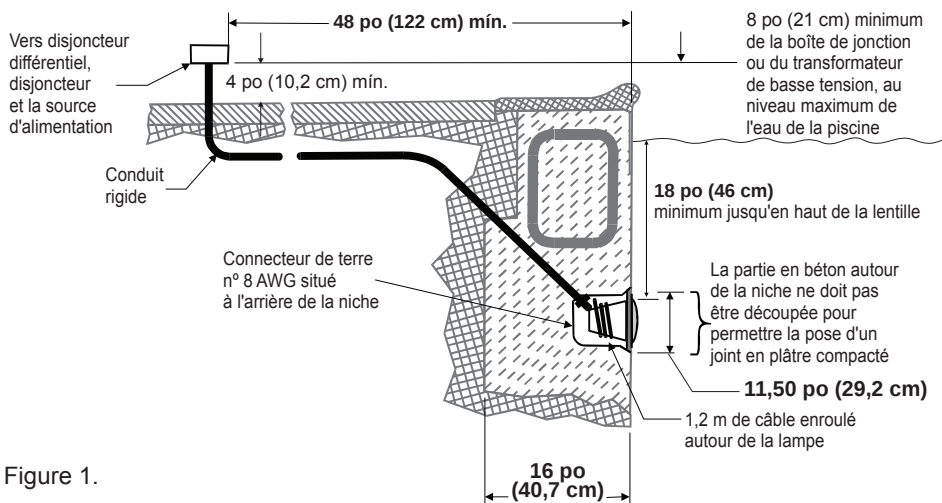

Figure 1.
- La boîte de jonction (ou, pour **les modèles de 12 volts**, le transformateur de basse tension) est située à au moins vingt (20) centimètres (8 pouces) au-dessus du niveau du sol et à au moins 122 cm (48 po) du bord de la piscine, Figure 1 à la page 7.
- La niche humide doit être correctement installée de manière que le bord supérieur de la lentille de la lampe se trouve à au moins 46 cm (18 po) en dessous de la surface de l'eau de la piscine, Figure 1 à la page 7.
- La niche humide doit être correctement électriquement raccordée et mise à la terre via le connecteur de terre de 8 AWG situé à l'arrière de la niche, Figure 1.
6. Laissez au moins 1,2 m (4 pi) de cordon enroulé(s) autour de la lampe, Figure 1 à la page 3. Ce 1,2 m de cordon enroulé autour de la lampe permettra de connecter la lampe une fois que la piscine sera remplie d'eau.
AVANT DE COMMENCER : Les étapes suivantes 1-8 (pages 4-7) décrivent les tâches que l'électricien doit accomplir avant d'installer l'appareil d'éclairage IntelliBrite. Consultez le schéma de la Figure 1 à la page 7.
- La boîte de jonction (ou, pour les modèles de 12 volts, le transformateur de basse tension) est située à au moins 20 cm au-dessus du niveau maximal de l'eau et à au moins 1,2 m du bord de la piscine, Figure 1.
- La niche humide doit être correctement installée de manière que le bord supérieur de la lentille de la lampe submersible se trouve à au moins 46 cm en dessous de la surface de l'eau de la piscine, Figure 1. (Au Canada, pas à une profondeur de plus de 51 cm.)
1. Introduisez le cordon dans le conduit jusqu'à la boîte de jonction, en laissant au moins 1,2 m de cordon enroulé autour de l'appareil d'éclairage (ceci permet de connecter la lampe une fois la piscine remplie d'eau). Consultez la Figure 1 ci-dessous.
21. Enroulez au moins 1,2 m de cordon autour de la lampe (Figure 1 à la page 3). Ceci permet de faire l'entretien de la lampe une fois la piscine remplie d'eau.